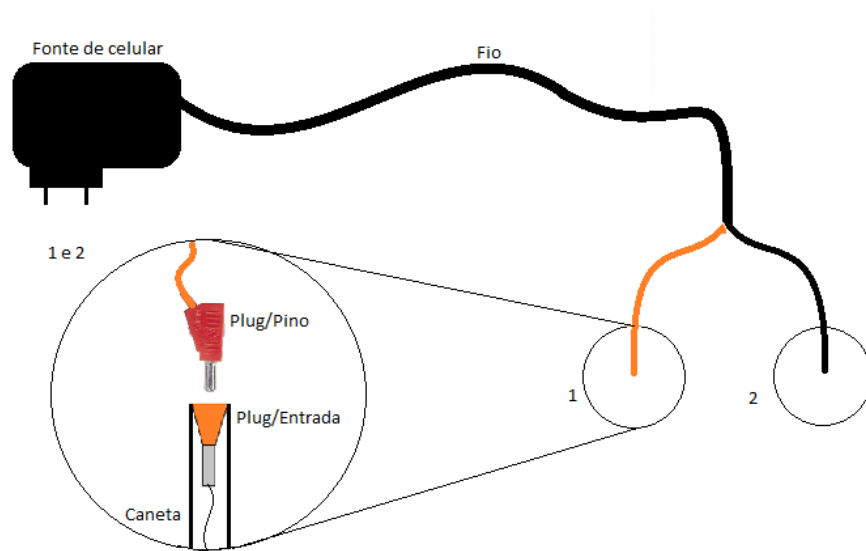

Figura 6 – Montagem do eletrodo para o uso.
**5º Passo** – No cabo da fonte de celular, corte-o e separe-o nos dois fios metálicos que o compõe. Solde cada um dos fios em um plug para conectá-lo na extremidade do tubo da caneta conforme mostra a figura 6.